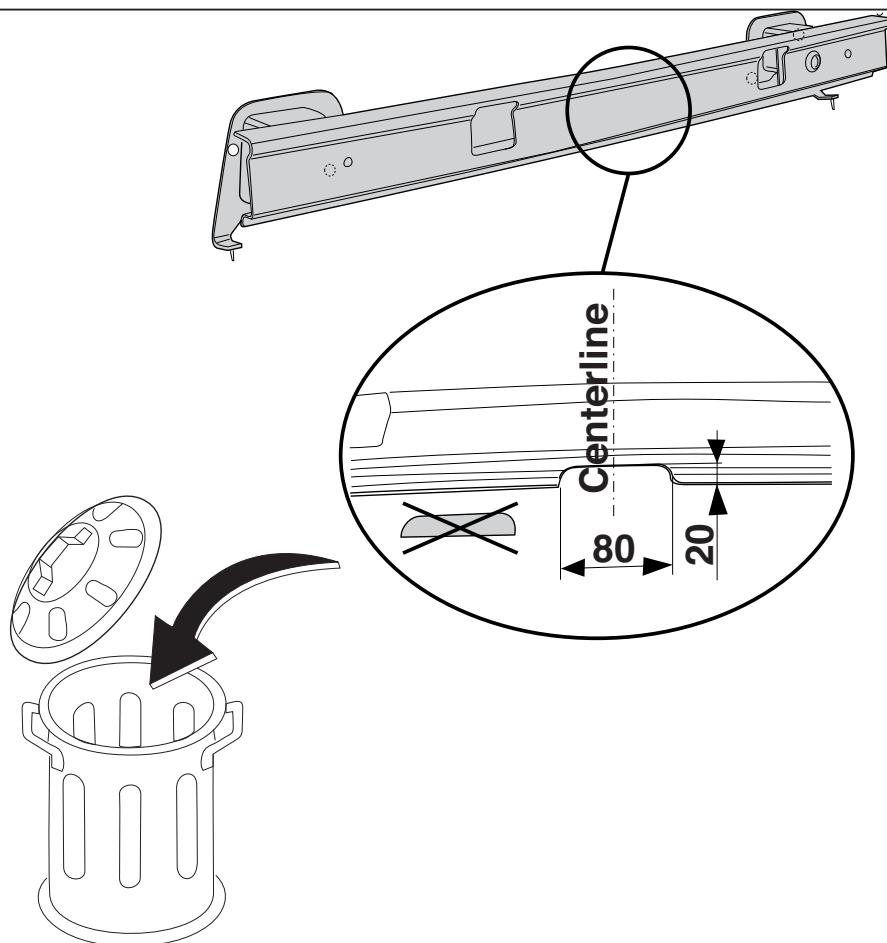

Fig.2
3. Saw out from the bumperinnerwork the section indicated in accordance with fig. 2.
3. Scier les parties de la garniture du pare-chocs comme indiqué sur les fig. 2.
3. Såga de markerade delarna ur stötfångaren innanmätet. Se fig. 2.